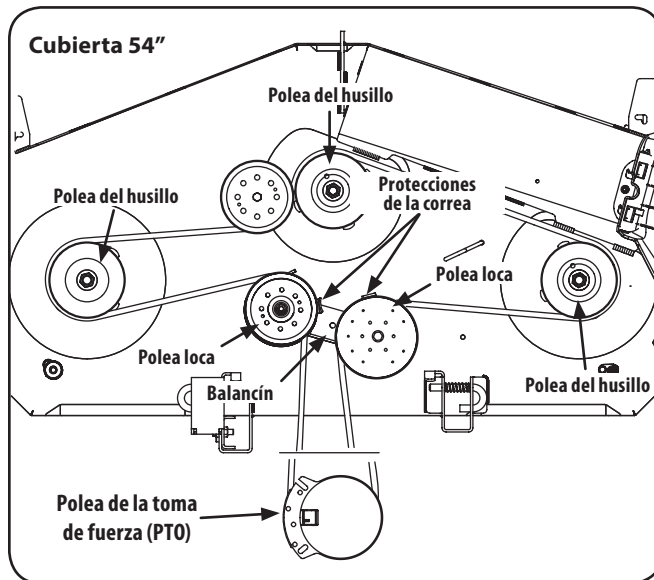
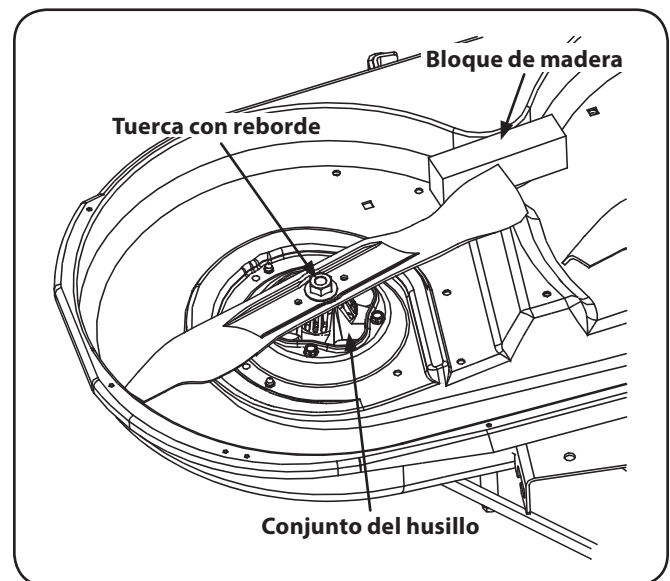

Figura 7-9
Figura 7-10
2. Afloje, pero no quite el hardware de la derecha y la izquierda de la polea loca. Consulte la Figura 7-9 para 46" cubiertas y la Figura 7-10 para 54" cubiertas.
2. Use una llave de $\frac{15}{16}$ " para sujetar la tuerca con brida encima del conjunto del husillo y con otra llave de $\frac{15}{16}$ " en la tuerca con brida que sujeta la cuchilla, retire la cuchilla. Consulte la Figura 7-10.